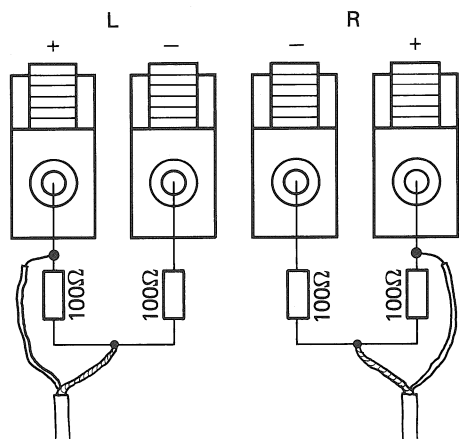

Fig. 6
- In seltenen Fällen sind die Endstufen des Vollverstärkers in Brückenschaltung ausgeführt. In diesen Fällen wird der Innenleiter des Anschlusskabels mit dem (+)-Anschluss verbunden. Die Abschirmung benötigt einen künstlichen Massepunkt, der pro Kanal durch einen Spannungsteiler (je 2 Widerstände von 100 Ohm/1W, siehe Fig. 6) erzeugt wird.
- In rare cases the output stages of the integrated amplifier are implemented as a bridge circuit. In this case the center conductor of the connecting cable is connected to the "+" terminal. The screen requires an artificial ground that is created for each channel by a voltage divider (two 100 ohm/1W resistors each, Fig. 6).
- Dans de plus rares cas, les étages finaux de l'amplificateur intégré sont montés en pont. Il convient alors de raccorder le conducteur central du câble de liaison au point (+). Le blindage nécessite pour chaque canal une masse artificielle, réalisée à l'aide d'un diviseur de tension (2 résistances de 100 Ohm/1W chacun, voir fig. 6).